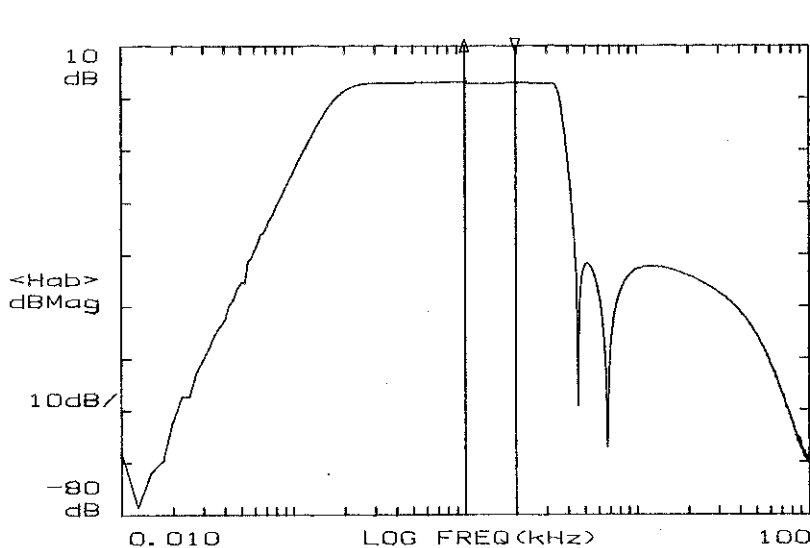

図 4-129-4
⑥ 縦カーソルをリファレンス・カーソルとの差が設定したい WIDTH になるまで移動。
⑦ SET X (図 4-129-4 参照)